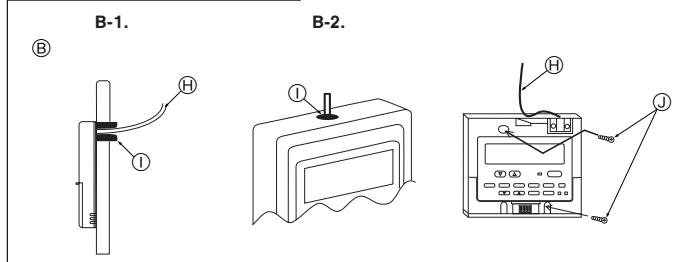

Fig. 7-3
(2) Καλύψτε την είσοδο του καλώδιου στο τηλεχειριστήριο με στόκο ή μαστίχη για να αποφύγετε την ενδεχόμενη είσοδο σταγόνων, νερού, κατσαρίδων ή σκουλικιών. (Fig. 7-3)